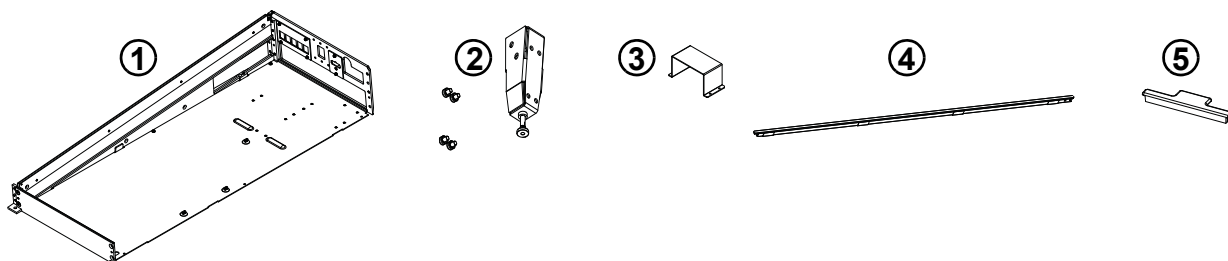

図 10. フレーム・シャーシ・キットの部品（ケーブル・ハーネスは図に含まない）
- 3 各部品を確認し（図10を参照）、フレーム・シャーシが大型であるか小型であるかを確認しておきます。組み立てプロセスの一部のステップは、フレーム・シャーシの奥行き（大型または小型）によって異なります（手順に明記してあります）。